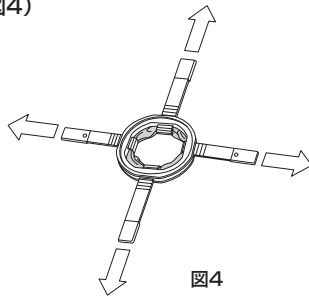

図4
- 9.体表リングを持ち、体内リングが腹壁に密着するまで持ち上げた後、体表リングが体表に接触するまでフラップを引っ張る。(図4)